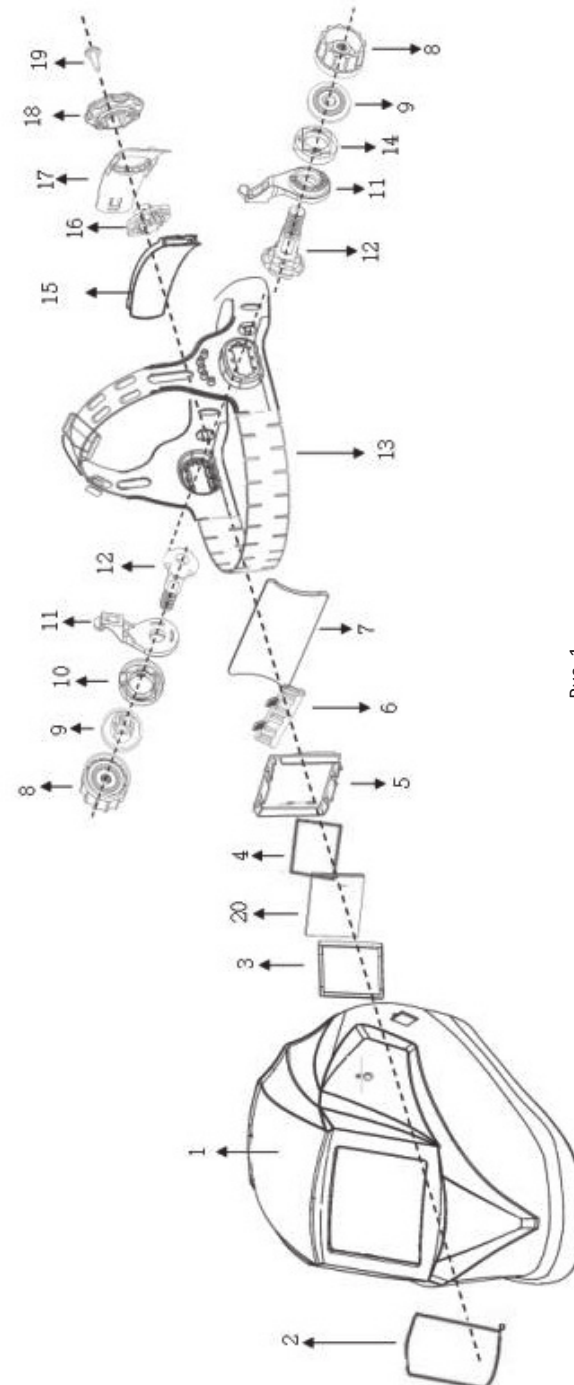

Рис. 1
- Маска может поставляться в разобранном виде. Смонтируйте маску так, как показано на схеме рис. 1.
- Регулировка наголовного крепления. Форма головы каждого человека индивидуальна. Пользователь может отрегулировать головной ремень верхней части оголовья (13) и ступенчатый регулятор наклона (11) (рис. 1), чтобы выбрать подходящий угол обзора и удобное крепление маски на голове. Для изменения периметра головного ремня необходимо повернуть регулятор (18), расположенный на затылочной части крепления (рис. 1).